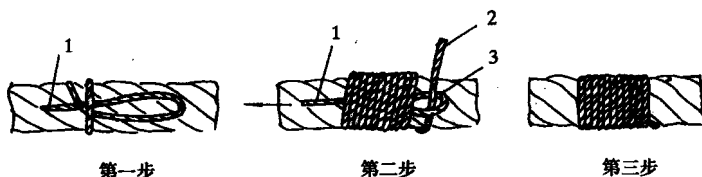

图 1 绳头的扎法
(1) 白棕绳穿绕滑车时，滑车的直径应大于绳直径的 10 倍，以免绳因受到较大的弯曲力而降低强度。
(2) 成卷白棕绳在拉开使用时，应先把绳卷平放在地上，将有绳头的一面放在底下，从卷内拉出绳头（如从卷外拉出绳头，绳子就容易扭结），然后根据需要的长度切断。切断前应用细铁丝或麻绳将切断口两侧的白棕绳扎紧，以防止切断后绳头松散。捆扎方法如图 1 所示，图中第 2 步至第 3 步的做法是，将绳头 2 穿入绳圈 3 内，拉紧绳头 1，然后割除余头。
(3) 白棕绳和麻绳使用时，如果发生扭结，应及时设法